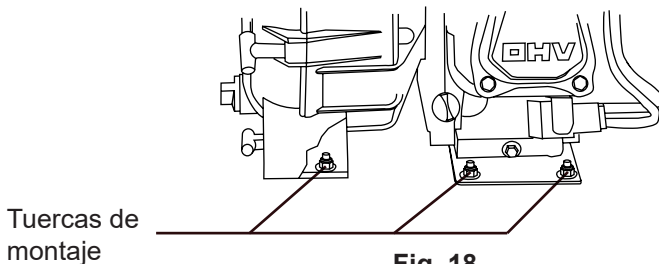

Fig. 18
4. Con una llave de extremo abierto, afloje y retire las seis tuercas (cuatro debajo del motor y dos debajo de la bomba) y sus arandelas que sujetan la unidad al chasis (Fig. 18).